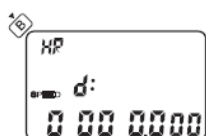

Fig. 14
1. Pour connaître une vitesse de course, vous devez d'abord régler votre chronomètre : appuyer pendant quelques secondes sur la touche **B** : SPEED apparaît à l'écran (fig.14).